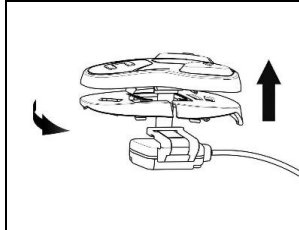

Fig. 19
- Faites pivoter le support du clavier pour qu'il soit positionné comme le montre la Fig. 19 et fixez-le au clavier.